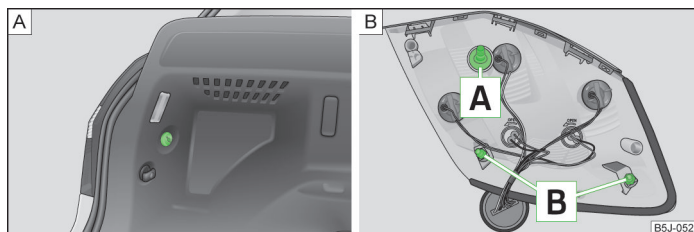

Fig. 161 Desmontar la luz posterior/montar la luz posterior
- Sujetar con una mano la luz posterior y desenroscar con la otra mano la tuerca de plástico » fig. 161 - **A**.
- Para volver a montar la luz posterior, introducirla primero con el tornillo **[A]** en la abertura de la carrocería » fig. 161.
- Sujetar con una mano la luz posterior, y enroscar y apretar con la otra mano la tuerca » fig. 161 - **[A]**.